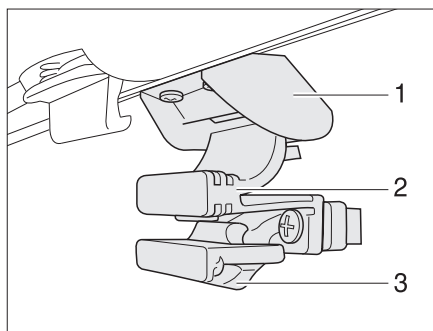

Fig. 53 Finestra nella porta di ingresso
- Premere la sicura (Fig. 53,3) verso il lato posteriore.
- Comprimere la maniglia (Fig. 53,2) e spingere la finestra verso il basso.
- Spingere la finestra verso l'alto fino a far innestare la maniglia (Fig. 53,2) nel bloccaggio (Fig. 53,1).